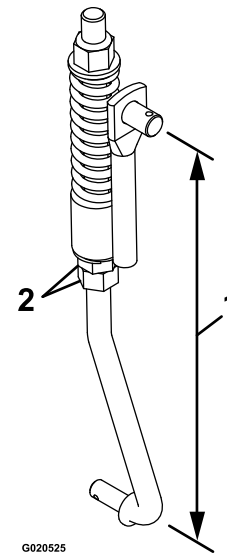

Figura 58
- Ajuste la longitud del acoplamiento con las 2 tuercas situadas en la parte inferior del conjunto de muelle vertical (Figura 58).